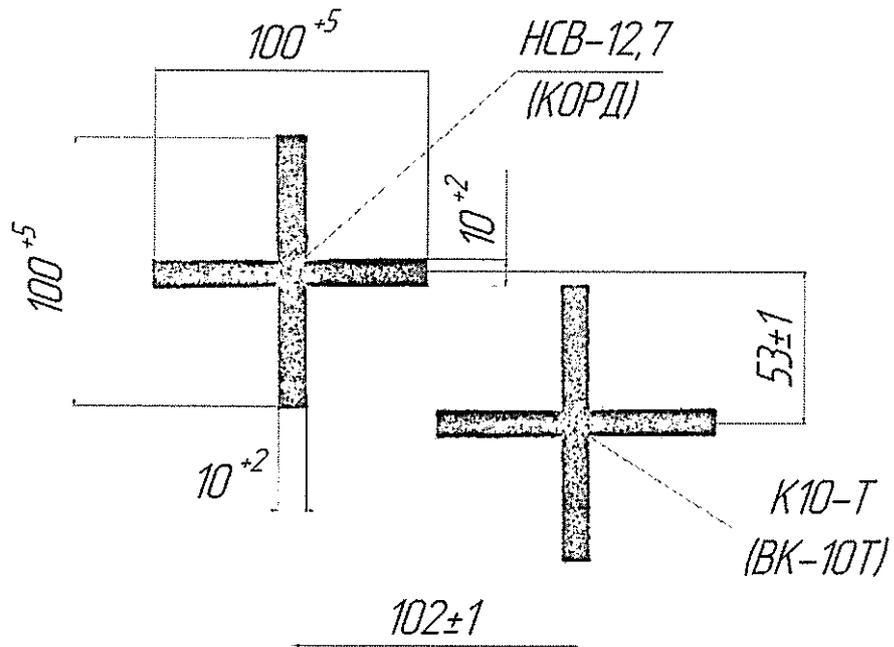

Рисунок 3.5 - Выверочная мишень ЗПУ на 25 м
- произвести предварительную выверку по мишени, установленной на расстоянии $(25 \pm 0,5)$ м от дульного среза пушки (рисунок 3.5);
– установить мишень (рисунок 3.5) на расстояние $(25 \pm 0,5)$ м от дульного среза пушки;